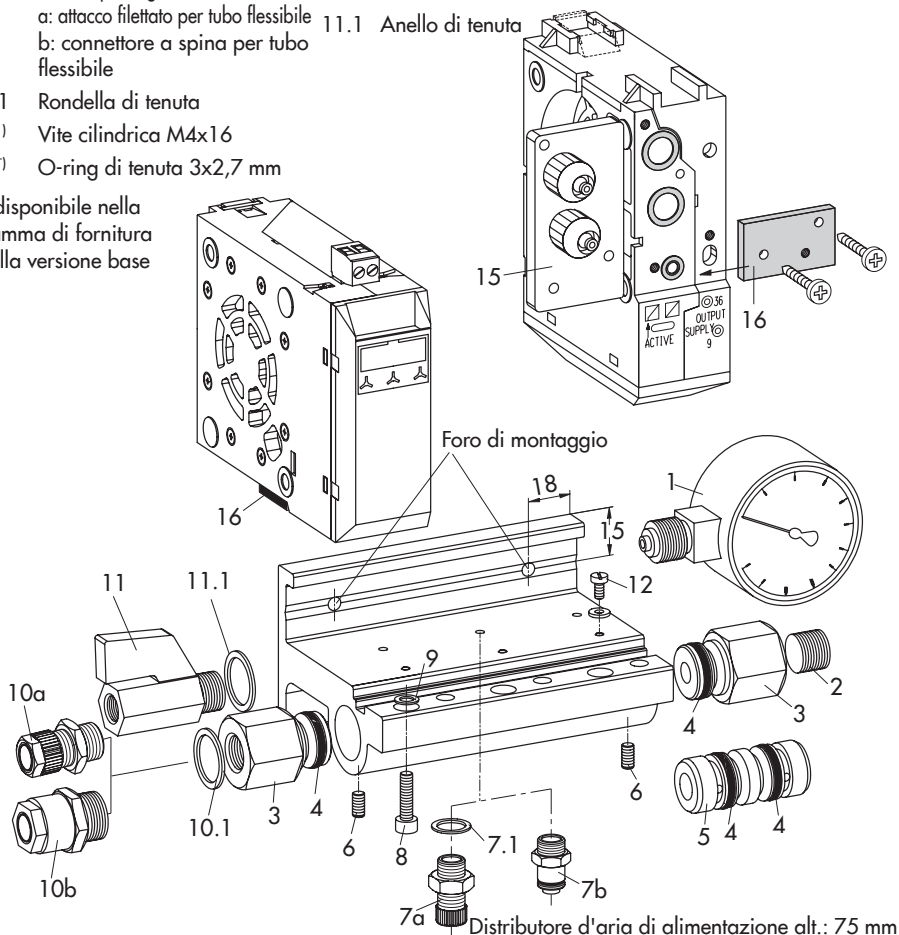

Fig. 4: Sostituzione della piastra di connessione del convertitore (sopra) · Montaggio con il distributore d'aria di alimentazione (sotto)
Cfr. anche Fig. 4 alla Pagina 14.
Il distributore d'aria di alimentazione (Fig. 4) è disponibile come accessorio e permette l'approvvigionamento centralizzato dell'aria di alimentazione per diversi apparecchi di Tipo 6111.
viti 3x10 mm fornite con il kit degli accessori di montaggio (Fig. 4, sopra).
N. di posizione tra parentesi (x), cfr. Fig. 4 a Pagina 14.